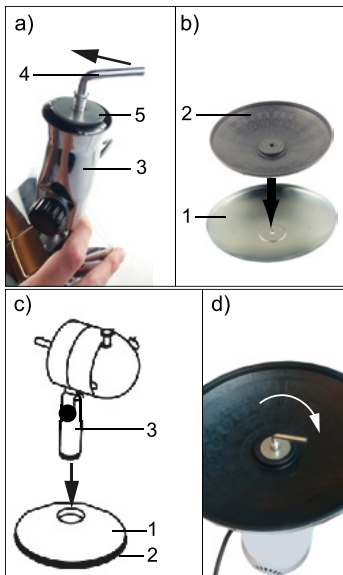

Fig.51: Montage basis
- Verwijder de L-schroef (4) van de sokkel.
- Schroef deze tegen de klok in los. Afb. 51 a).
- Verwijder de sluitring (5) van de sokkel (3).
- Plaats het inzetstuk in de basis (1) zoals getoond in afb. 51 b).
- Plaats de sokkel op de basis. Afb. 51 c). *De sokkel moet in de aangegeven uitsparing schuiven.*
- Draai de L-schroef met de klok mee vast. Afb. 51 d).